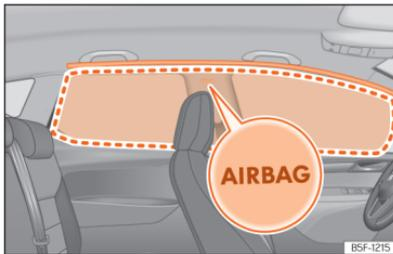

Fig. 33 Localização e raio de alcance do airbag da cabeça.
Os airbags da cabeça estão localizados de ambos os lados do habitáculo, por cima das portas »» **Fig. 33** e estão assinalados pelo logo «AIRBAG».
Ao ativar-se, o airbag da cabeça ocupa a zona assinalada (raio de alcance) »» **Fig. 33**. Por este motivo, nunca se deverá colocar ou fixar objetos nesta zona »» **▲**.
- Assegure-se de que as crianças viajam sentadas corretamente nas suas cadeiras e não colocam a cabeça na zona de insuflação dos airbags para a cabeça »» **Fig. 33**, uma vez que, se os airbags disparassem, estes poderiam bater-lhes e causar-lhes lesões graves.